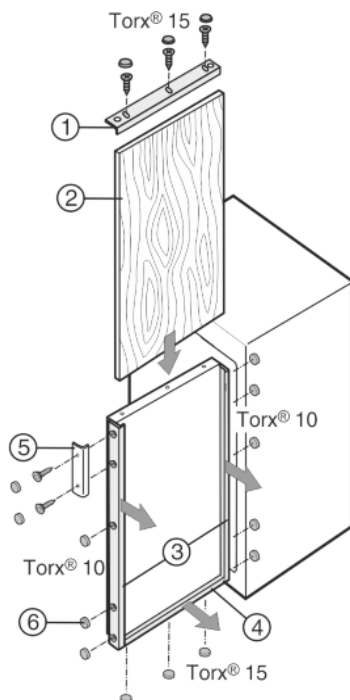

Fig. 39
- ▶ Dekorační rámeček *Fig. 39 (1)* nahoře odšroubujte.
- ▶ U všech ostatních dekoračních rámečků *Fig. 39 (3, 4)* šrouby pouze povolte a dekorační rámeček posuňte dopředu.
- ▶ Dekorační desku *Fig. 39 (2)* zasuňte.
- ▶ Dekorační rámeček *Fig. 39 (3, 4)* zatlačte zpět a přišroubujte.
- ▶ Dekorační rámeček *Fig. 39 (1)* nahoře zase přišroubujte.
- ▶ Přišroubujte madlo *Fig. 39 (5)*.
- ▶ Na všechny hlavy šroubů nasadte krytky *Fig. 39 (6)*.